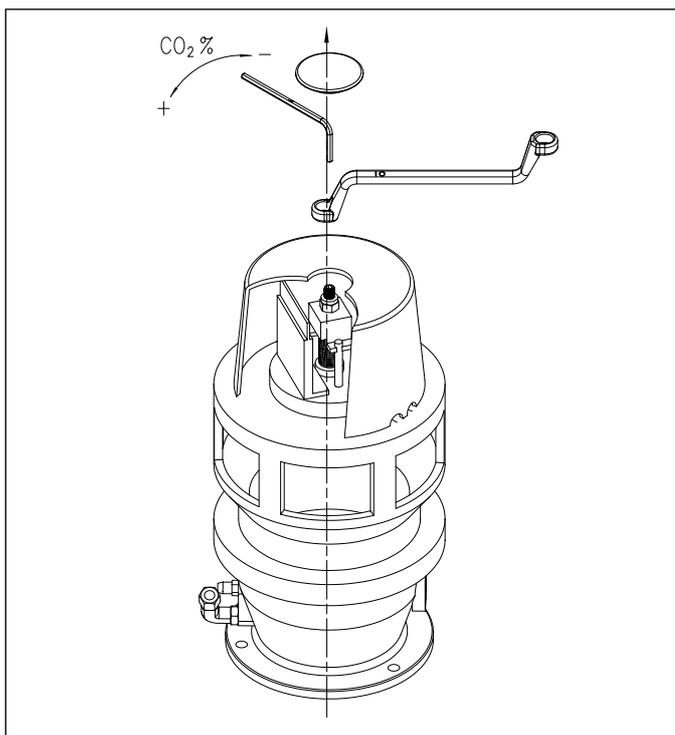

fig. 29 Ajuster CO₂% / O₂% au système SMI
- Contrôler le CO₂% (O₂-%) dans le tableau. Ajuster si nécessaire à l'aide de vis au système SMI (voir fig. 29). Contrôler la flamme par le viseur, celle-ci doit être stable, sa coloration doit être bleue avec des particules orangées sur le pourtour du brûleur,